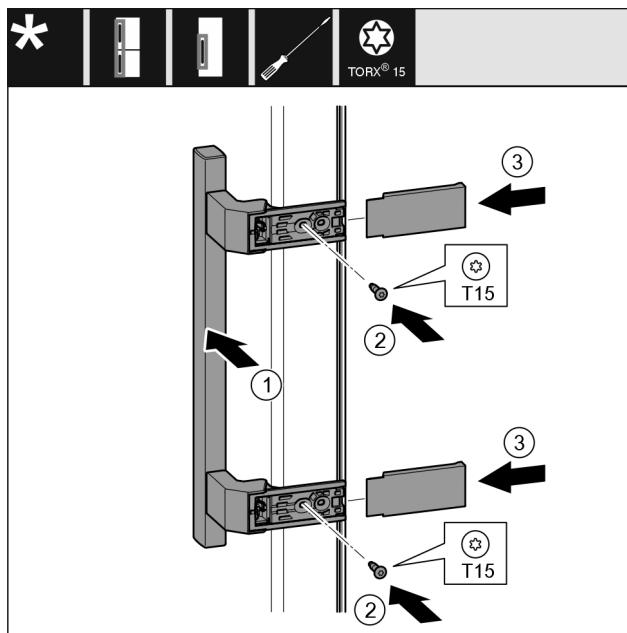

Fig. 20
- Postavite ručku Fig. 20 (1) na suprotnu stranu.
- Odvijačem pritegnite vijke Fig. 20 (2).
- Postavite poklopce Fig. 20 (3) bočno i nataknite ih.